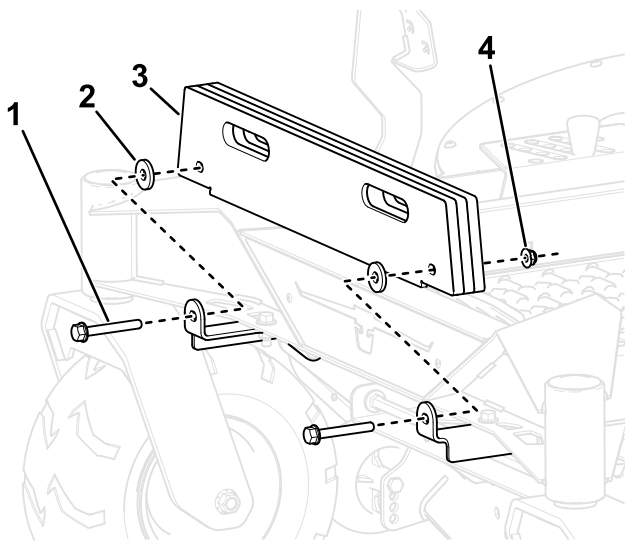

Figure 4
2. Fixez les masses (nombre déterminé par la taille du plateau) sur les supports de montage à l'aide de 2 boulons ( $\frac{3}{8}$ " x  $2\frac{3}{4}$ "), rondelles et contre-écrous ( $\frac{3}{8}$ " ), comme montré à la Figure 4.